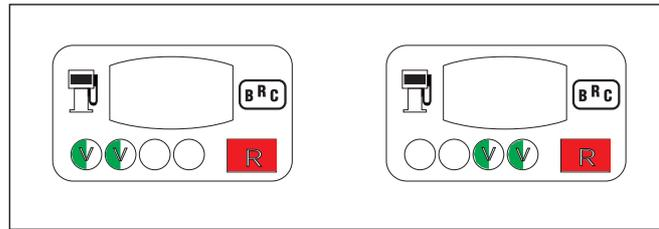

Fig. 24
- Dopo circa 10÷15 secondi, il LED BICOLORE si accende rosso fisso (inizio della fase di acquisizione del TPS) (fig. 24).